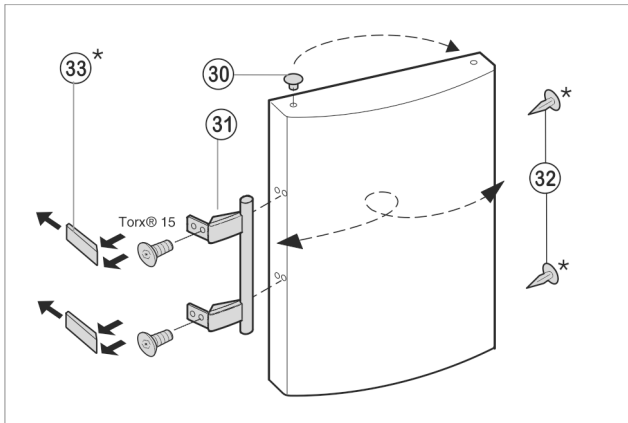

Fig. 8
- ▶ Витягніть пробки Fig. 8 (30) із втулок на дверцятах і переставте їх.
- ▶ Зніміть ручку дверцят Fig. 8 (31), пробки Fig. 8 (32) та пластини Fig. 8 (33) і переставте на протилежний бік.